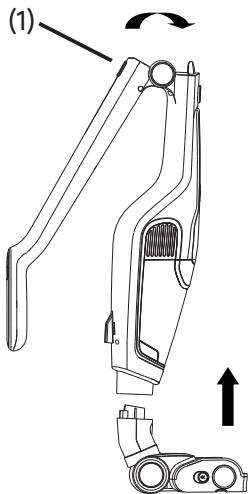
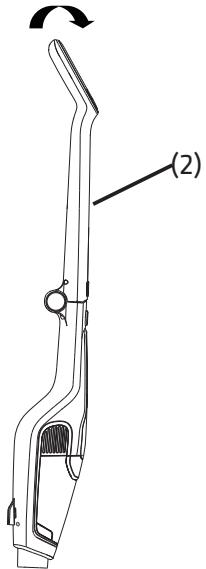

Fig. 3-1a
Fig. 3-1b
För in golvborsten i huvuddelen genom att följa pilen som visas i 3-1a, när frigöringsknappen (1) låser huvuddelen, rotera handtaget (2) så att det förs in i huvuddelen. Om du behöver fälla in handtaget, vrid på handtagets frigöringsknapp (1). (Se Fig. 3-1a/Fig. 3-1b)